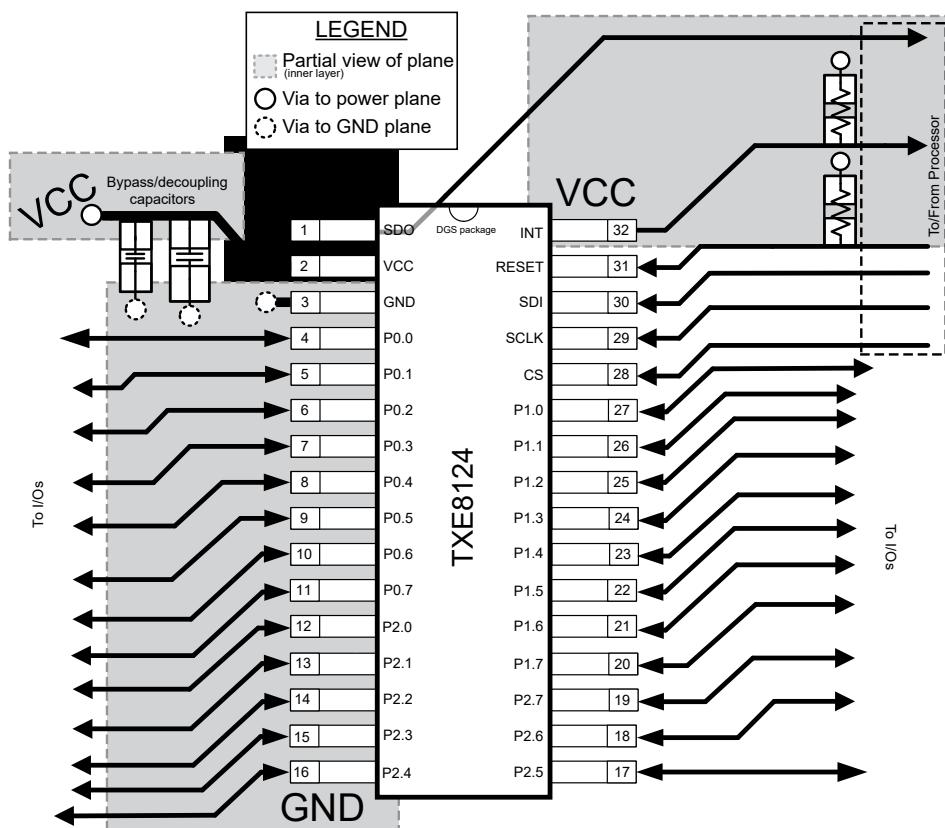

图 8-7. TXE8124 布局
在所有 PCB 布局中，最佳实践是避免信号布线呈直角，在离开集成电路 (IC) 附近时让信号布线呈扇形彼此散开，并使用较粗的布线来承载通常会经过电源和接地布线的更大的电流。旁路电容器和去耦电容器通常用于控制电源引脚上的电压，使用较大的电容器可在发生短暂电源干扰时提供额外电能，使用较小的电容器则能滤除高频纹波。这些电容器应尽可能靠近 TXE8116/TXE8124。图 8-7 中显示了这些最佳实践。
对于 图 8-7 中提供的布局示例，可以将顶层用于信号布线，将底层用作电源和接地 (GND) 的分割平面，从而制造只有 2 层的 PCB。但是，对于信号布线密度更大的电路板，最好使用 4 层电路板。在 4 层 PCB 上，通常在顶层和底层上进行信号布线，将一个内部层专门用作接地平面，并将另一个内部层专门用作电源平面。在使用平面或分割平面作为电源和接地平面的电路板布局布线中，通孔直接放置在需要连接到电源或 GND 的表面贴装元件焊盘旁边，并且通孔以电气方式连接到内部层或电路板的另一侧。如果需要将信号走线排布到电路板的另一侧，也要使用通孔，但 图 8-7 未演示该技术。